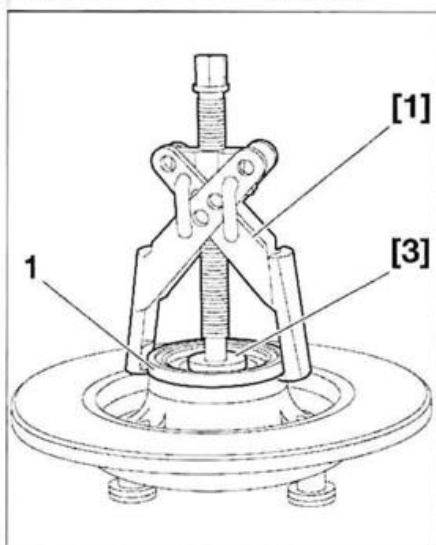

FIG. 30
- Colocar los útiles [3] (grano de apoyo ref. 9501-T.C2) y [1] (extractor ref. 6339-T) (fig. 30).